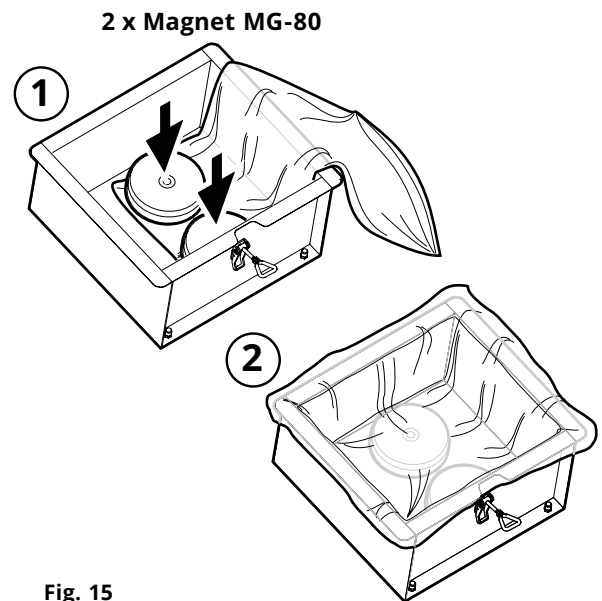

Fig. 15
6. Återplacera en ny Stoftpåse CFE PSW3 korrekt i stoftkärllet (**Fig. 15**).